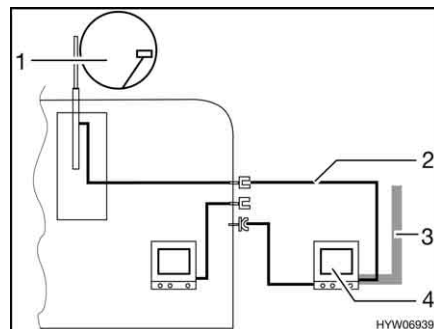

Fig. 75 TV nella tenda veranda
- TV nella tenda veranda (Fig. 75,4): Collegamento all'antenna del tetto (Fig. 75,1) con cavo di collegamento (Fig. 75,2)
- TV nella tenda veranda (Fig. 75,4): Collegamento a antenna esterna (Fig. 75,3)